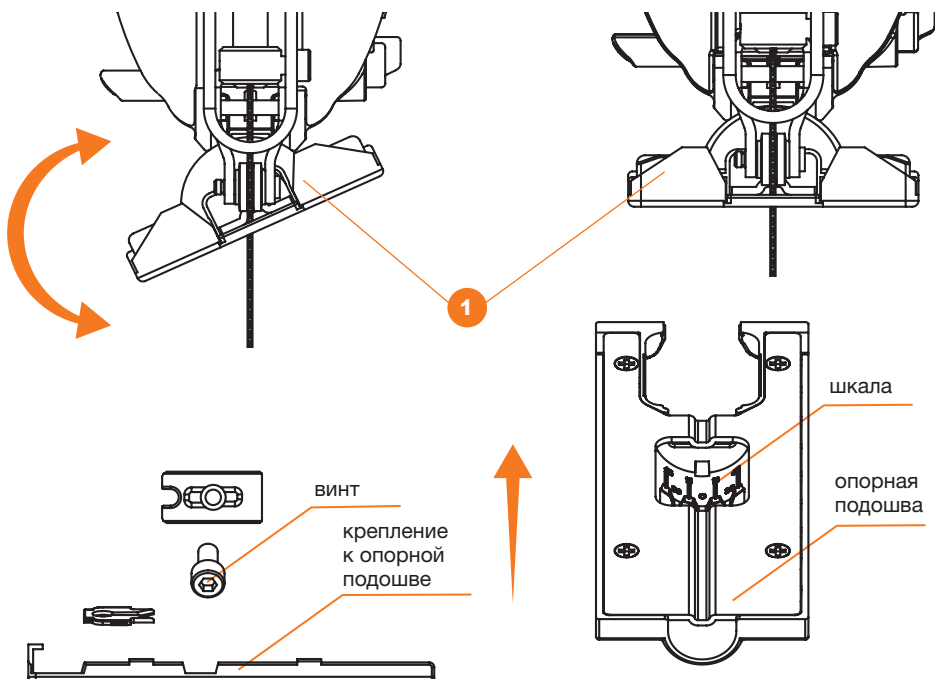

Рис. 3
Изделие имеет возможность изменения угла распила материала в пределах от -45° до 45° (Рис. 3).
- Ослабьте стопорный винт на опорной плите ❶ (Рис. 3).